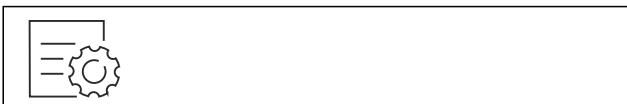

Fig. 112
- Използва се SmartModule Fig. 112 (1).